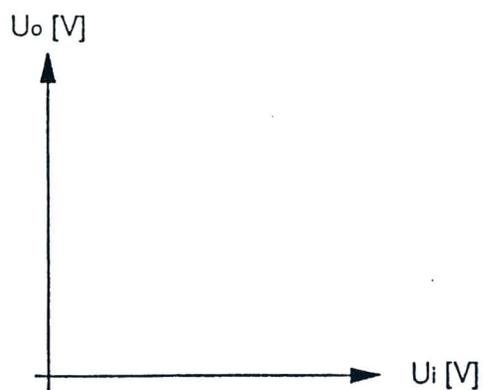

Fig. 9.4
16. Trazar en la Fig. 9.4 el gráfico del voltaje de salida en función del voltaje de entrada  $U_o = f(U_i)$ ;